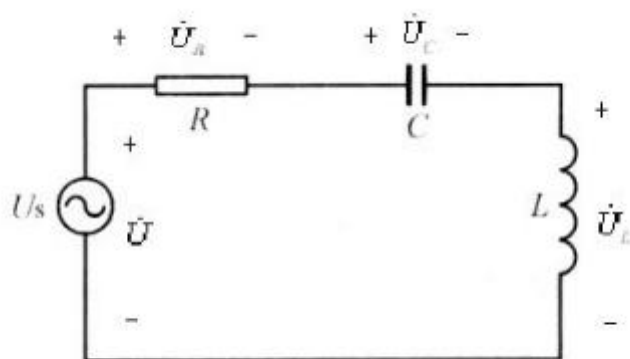

图 1 RLC 串联电路
RLC 串联电路如图 1 所示：
1. 电路连接如图 1，其中  $L = 10mH$ ， $R = 200\Omega$ ， $U$  从信号发生器读出。